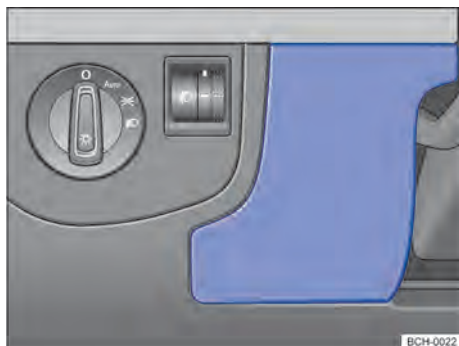

Fig. 151 No lado do condutor do painel de instrumentos: cobertura da caixa de fusíveis.
- Segurar a cobertura da caixa de fusíveis → Fig. 151 e puxar para frente.